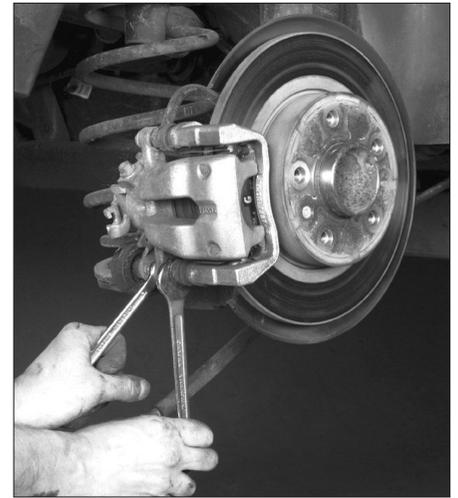

FIG. 7
- les vis de colonnettes d'étrier (Fig.7),